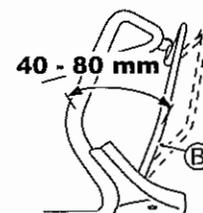

Fig. 27.
Réglez de telle façon que la machine fonctionne (l'embrayage s'engage) lorsque la distance entre le Levier d'embrayage (B) et la poignée est de 40 - 80 mm ainsi qu'illustré dans la Fig. 27.